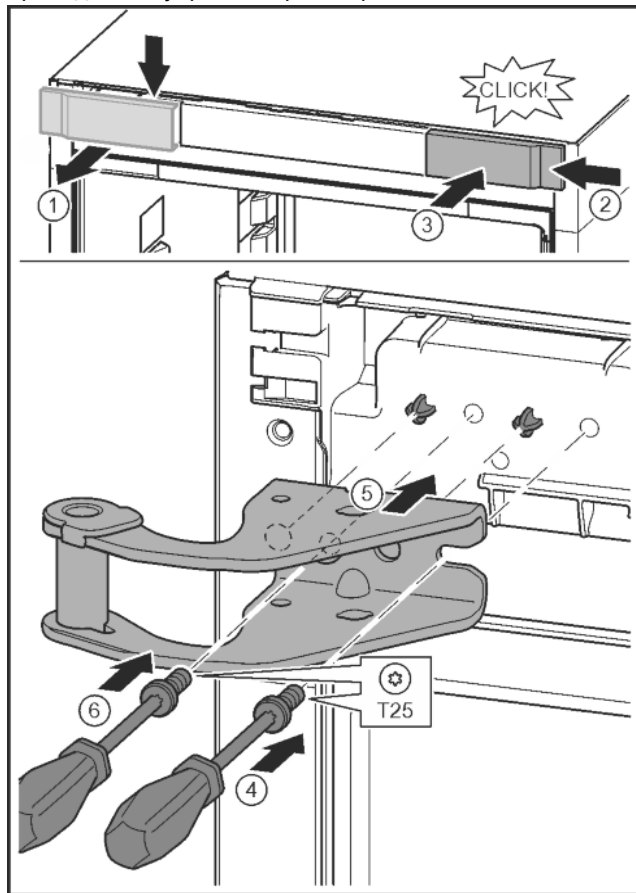

Fig. 9
- ▶ Отпустить крышку и снять сбоку. Fig. 9 (1)
- ▶ Навесить крышку, повернув ее на 180°, справа с другой стороны. Fig. 9 (2)
- ▶ Крышку зафиксировать. Fig. 9 (3)
- ▶ Установить винт отверткой T25. Fig. 9 (4)
- ▶ Установить верхний опорный кронштейн. Fig. 9 (5)
- ▶ Затянуть винт. Fig. 9 (4)
- ▶ Вставить и затянуть винт отверткой T25. Fig. 9 (6)